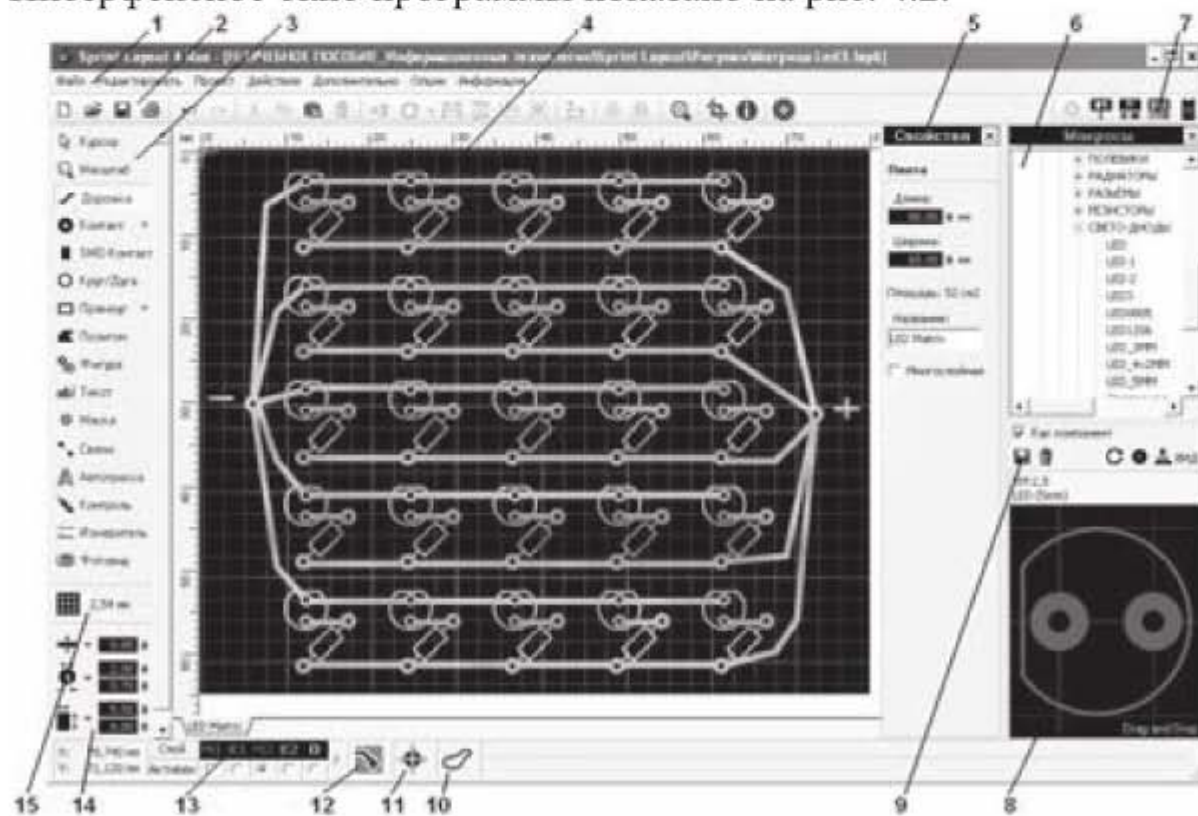

Рис. 4.2. Интерфейсное окно пользователя программы Sprint Layout
Интерфейсное окно программы показано на рис. 4.2.
7. Кнопки для открытия пяти дополнительных панелей. (На рис. 4.2 дополнительные панели 5 и 6 открыты).
Свойства проекта – при выборе этой опции появляется панель, отмеченная позицией 5 на рис. 4.2. Здесь можно задать размеры платы и указать ее название. По умолчанию создается двухслойная печатная плата. Галочка "Многослойная" добавляет дополнительно два внутренних слоя В1 и В2.